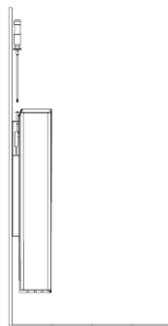

Fig. 8
6. Vissez la vis de sécurité de chaque support pour fixer définitivement le radiateur (Fig. 8).